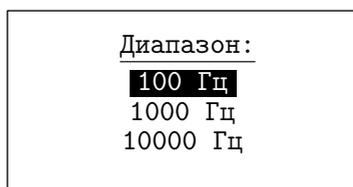

Рис. 3.34
3.6.2. **"ДИАПАЗОН ЧАСТОТ"** - установка диапазона частот сигнала (Рис. 3.34). Установка диапазона частот определяет частоту оцифровки сигнала и частоту среза фильтра низких частот 8-го порядка.